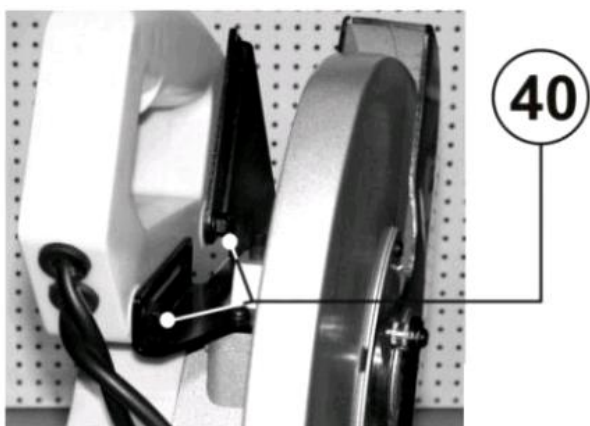
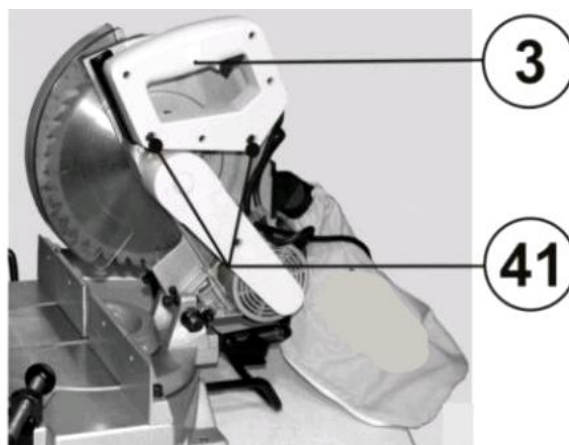

Рис. 13
Рис. 14
- Положение рабочей рукоятки (3) пилы. (См. Рис. 14) может быть изменено для удобства работающего с ослаблением 2 гаек (40)(См. Рис. 13) и двух винтов (41)(См. Рис 14).
- Переведите рабочую рукоятку (3)(См. Рис. 14). В желаемое положение и затяните пары гаек и винтов.
- На рисунке 14 показана рабочая рукоятка (3) в нижнем положении, которое оптимально при установке пилы на верстак или подставку.
- На рисунке 15 показана клавиша пускового выключателя (15) и рабочая рукоятка (3) в верхнем положении, которое оптимально при работе пилы на низких основаниях.
- Рабочая рукоятка (3) может быть установлена в любое промежуточное положение между крайними верхним и нижним в зависимости от желания пользователя.